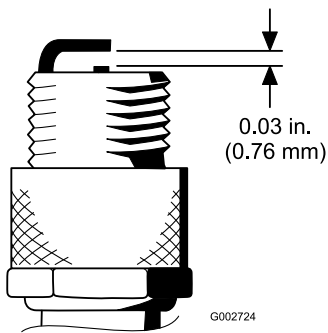

图 30
4. 将中心电极与侧电极之间的气隙设置为 0.76mm请参阅图 30。安装已设定正确气隙、带密封垫片的火花塞并将火花塞拧紧至 23N·m。如果没有使用扭矩扳手请牢固拧紧火花塞。